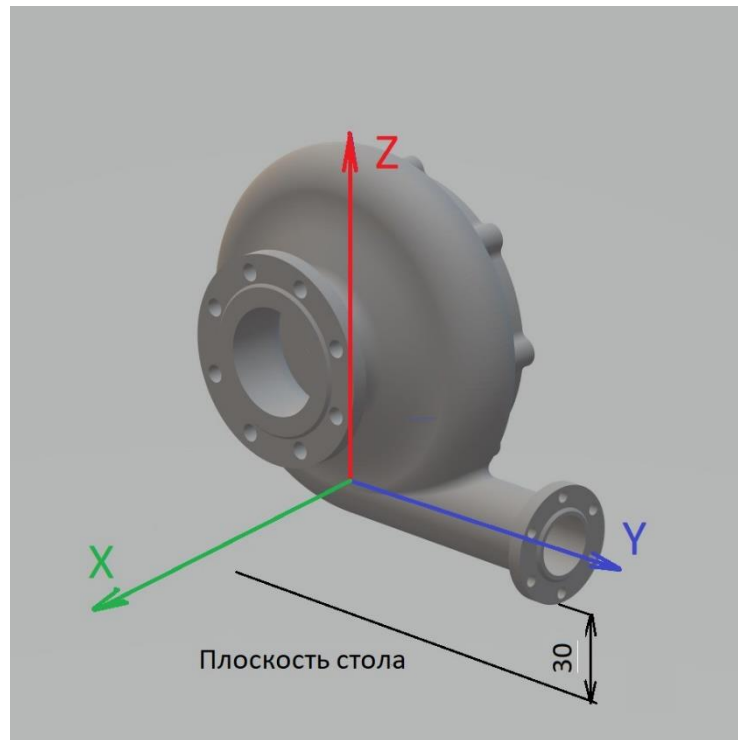

Рис.4
**Конкурсанту предоставляются:** выровненная полигональная модель детали «Корпус.stl», изображение рис.4 , поясняющее, в каком положении должна быть закреплена деталь.